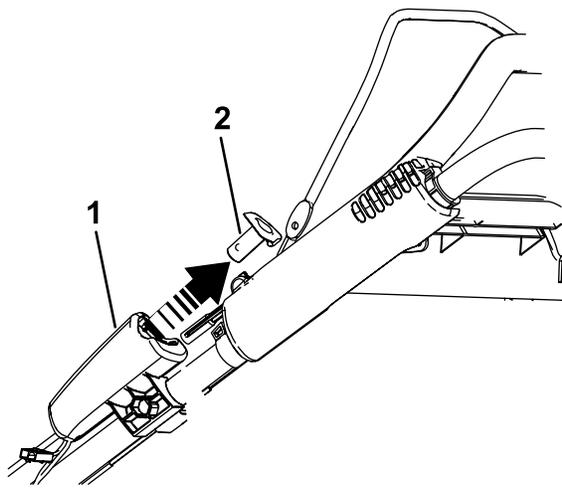

Figura 29
1. Togliete il pulsante di avviamento elettrico come illustrato in Figura 29 (solo modello con avviamento elettrico).